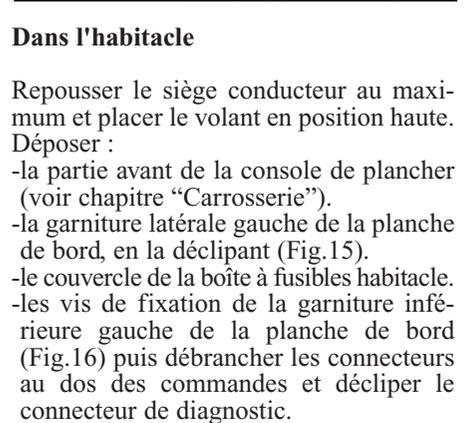

Fig.15
- la garniture latérale gauche de la planche de bord, en la dépliant (Fig.15).